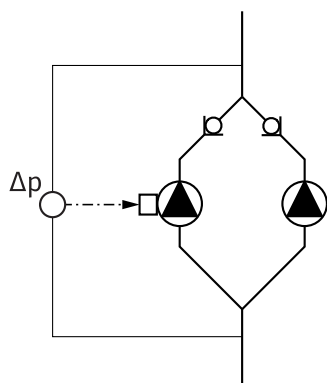

Fig. 13: Пример, свързване на датчик за диференциално налягане
- На примера във Fig. 13 главната помпа е тази, която се намира отляво по посоката на протичане. Датчикът за диференциално налягане трябва да се свърже към тази помпа.
Точките на измерване на датчика за диференциално налягане на главната помпа трябва да са разположени в съответната сборна тръба от страната на засмукването и от напорната страна на системата с две помпи (Fig. 13).